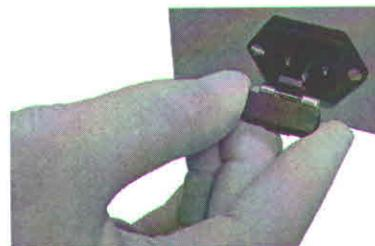

Figura 11
- Retire o suporte e troque o fusível "queimado" pelo fusível reserva - Figura 11.